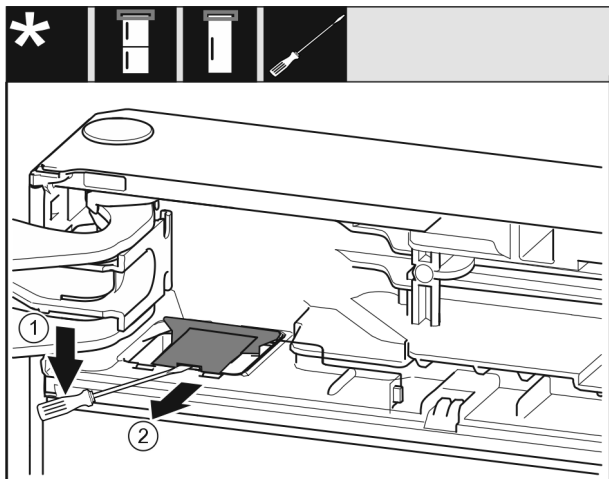

Fig. 10
- ▶ С плоска отвертка освободете и повдигнете капака. Fig. 10 (1)
- ▶ Извадете капака. Fig. 10 (2)